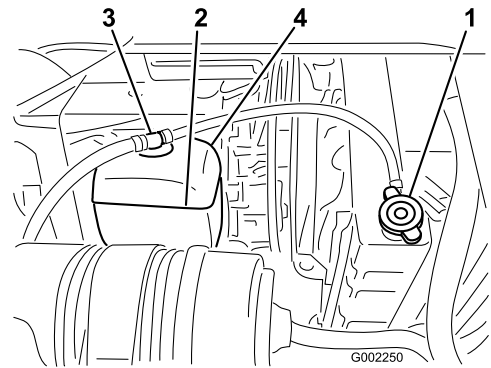

Figura 54
- Cuando el motor se haya enfriado, retire el tapón del radiador (Figura 54).